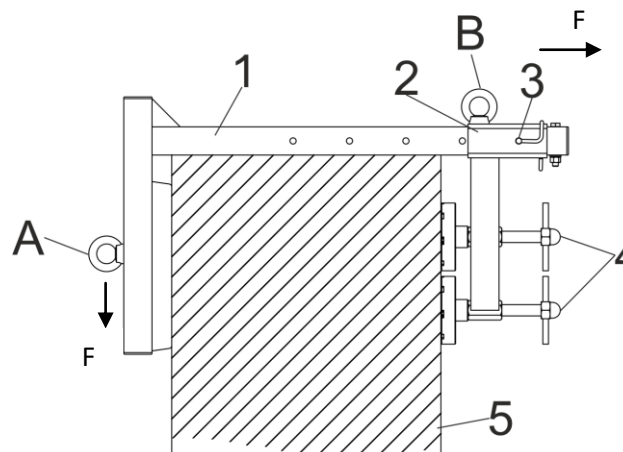

Рис. 3. Монтаж анкерного устройства
**Внимание!** Анкерное устройство vpro B004 является анкерным устройством направленного действия. Устройство оснащено двумя точками анкерного крепления: А и В (Рис. 3.)